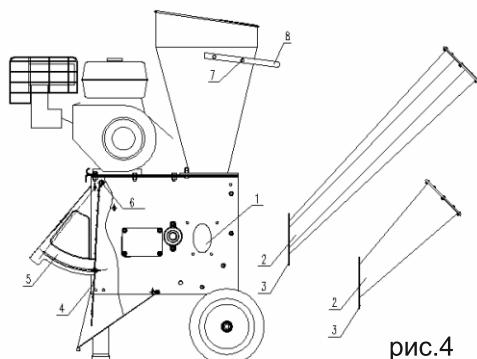

рис.4
**3.5** Установите прокладку и болт в отверстие (7) и крепко затяните его гайкой через шайбу. После этого крепко затяните болт в отверстии (6).
**4.** Установка раstra для подачи веток, см.рис.4.
**5.** Установка решетки в отверстие выброса (см.рис.4)
**6.** Установка верхней рамы (см.рис.4)